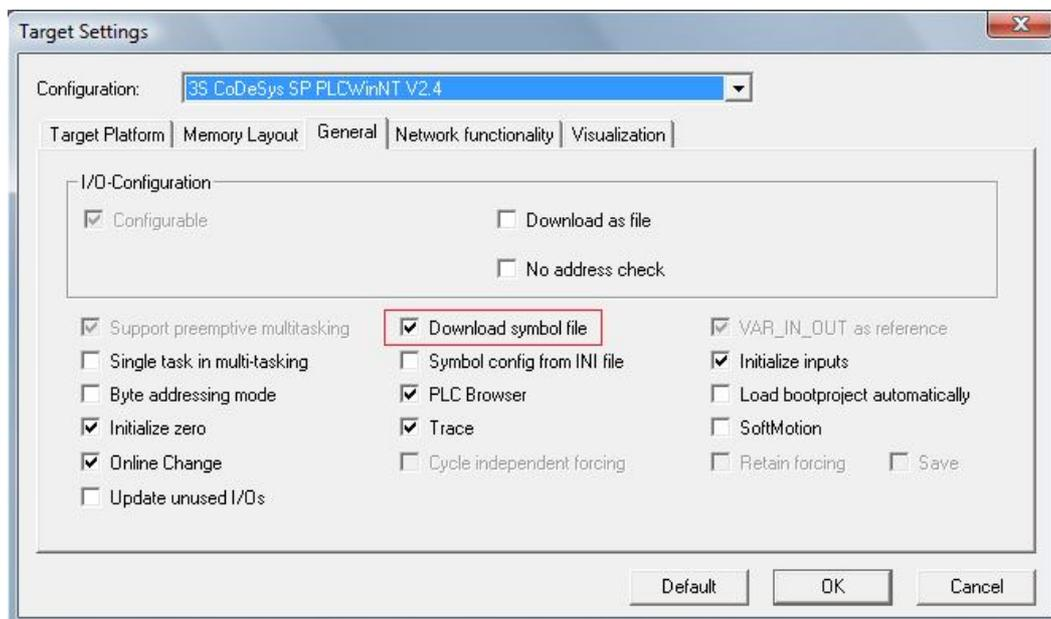

Рис. 44. Настройка целевой платформы.
1. Создать программу (проект) в среде CoDeSys целевой платформой 3S CoDeSys SP PLC WinNT V2.4. При настройке целевой платформы следует установить параметр *Download symbol file* вкладки *General* (рис. 44). Главная программа контроллера PLC_PRG в нашем случае будет написана на языке FBD (Function Block Diagram).